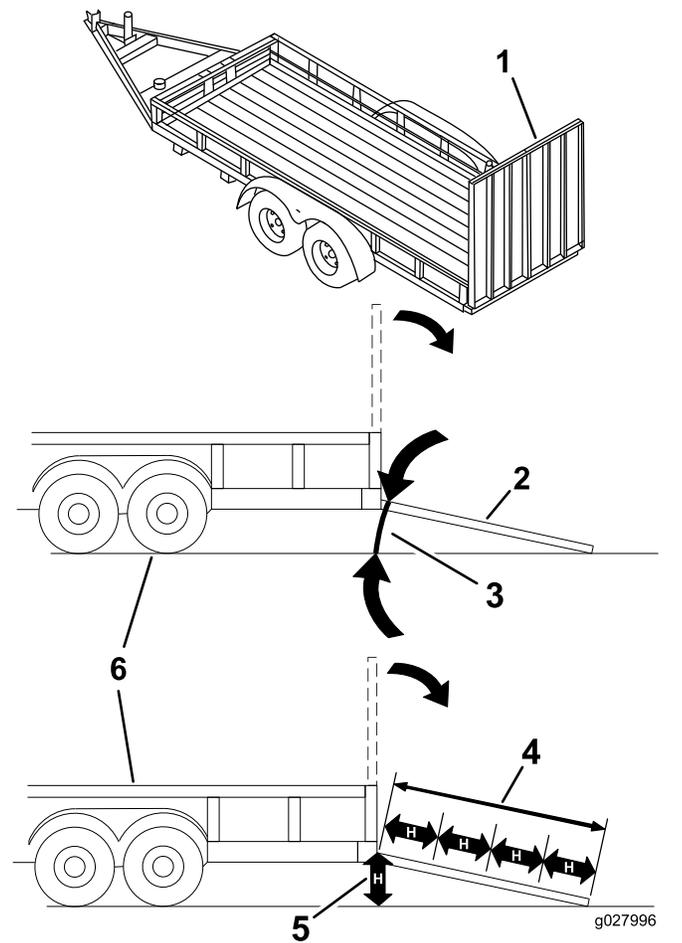

Рисунок 34
Завантаження пристрою на причеп або вантажівку збільшує імовірність перекидання і може спричинити серйозні травми або смерть (Рисунок 34).
3. Опустіть рампу, стежачи, щоб кут між рампою і землею не перевищував 15 градусів (Рисунок 34).